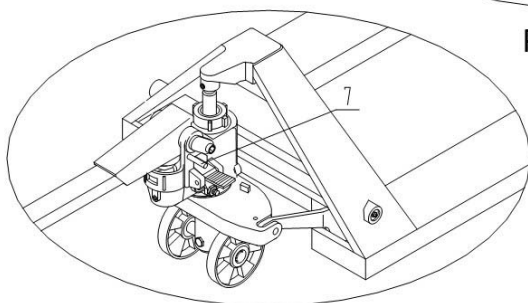

Рис.3
- 3.6 См. Рис. 3. Установите вилы в горизонтальное положение. Вытащите штифт (7) и сохраните его для будущей замены трубы ручки.